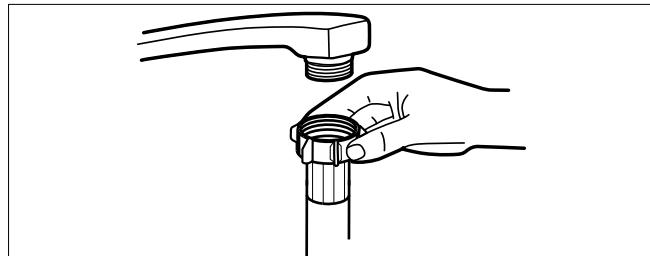

Fig. 5 – Collegamento del tubo dell'acqua
- Collegare il tubo di afflusso dell'acqua (25) a un rubinetto dell'acqua fredda con filettatura da 3/4" (vedere la Fig. 5).